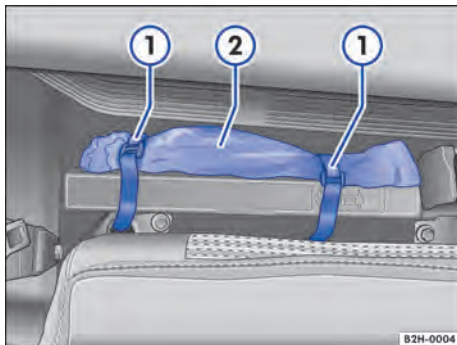

Fig. 137 Detrás del respaldo del asiento trasero: bolsa con herramientas de a bordo.
- Suelte los cierres de velcro → Fig. 137 ① y retire la bolsa ②.